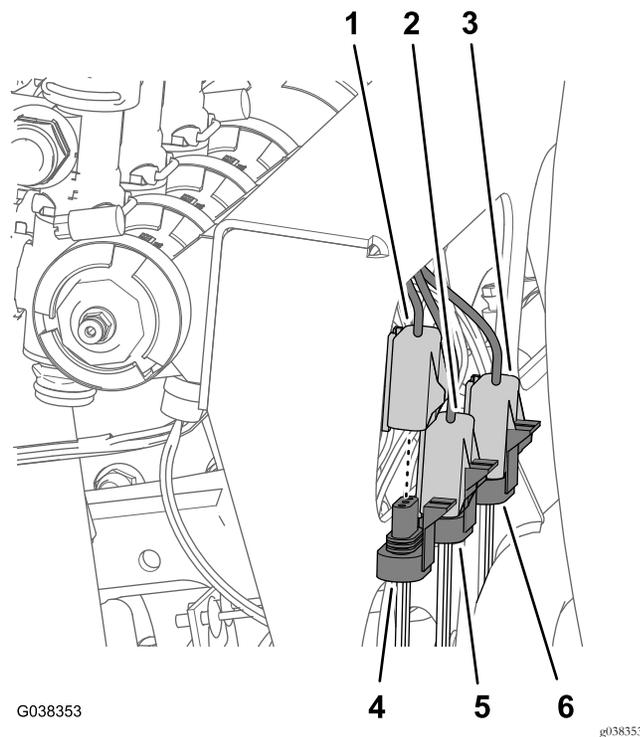

Figure 56
- Branchez le connecteur à 3 broches du faisceau de vanne étiqueté LEFT SPRAY VALVE au connecteur à 3 douilles de la vanne de pulvérisation gauche (Figure 56).
- Branchez le connecteur à 3 broches du faisceau de vanne étiqueté CENTER SPRAY VALVE au connecteur à 3 douilles de la vanne de pulvérisation centrale (Figure 56).
3. Branchez le connecteur à 3 broches du faisceau de vanne étiqueté RIGHT SPRAY VALVE au connecteur à 3 douilles de la vanne de pulvérisation droite (Figure 56).